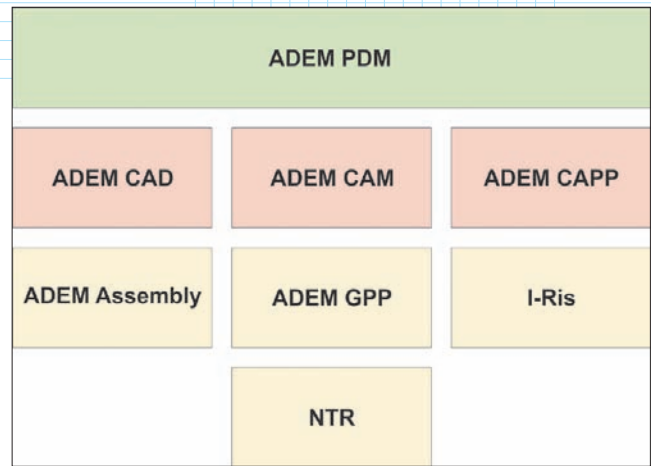

Рис. 1. Модульная структура системы *ADEM 9.05*
*ADEM* – это единое конструкторско-технологическое пространство, единая база, единый интерфейс. Условно система подразделяется на несколько основных предметных модулей (рис. 1):